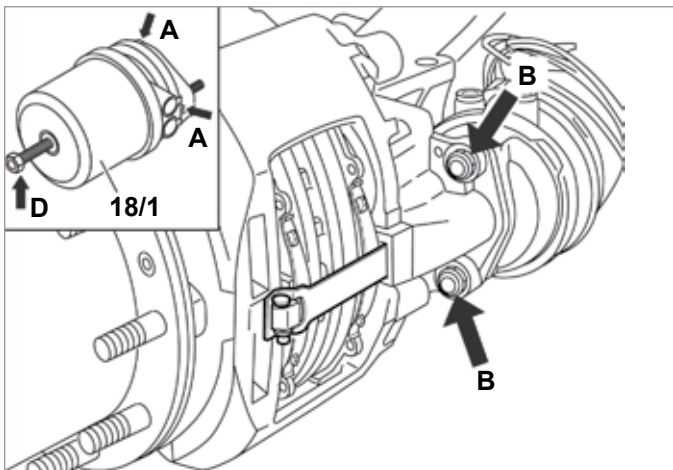

FIGURE 43 - COMPRESSION ET DÉPOSE DU RESSORT DE L'ACTIONNEUR
5.4.3 Placer le véhicule sur un sol de niveau avec les roues calées et appliquer de l'air pour relâcher les freins à ressort (freins de stationnement) à l'aide de la soupape de commande d'air du tableau de bord. Desserrer le boulon de dégagement (Figure 43, flèche « D »); utiliser un couple maximal de 35 Nm (26 pi-lb) pour comprimer le ressort relâché de la tige de poussée.
Remarque : Lors de l'installation d'un nouveau récepteur de frein à ressort, noter que des bouchons d'écoulement typiques sont installés (Cf. Figure 43, flèche « A »). Après l'installation, enlever le bouchon qui se trouve à la position la plus basse. S'assurer que tous les autres trous de drainage comportent un bouchon. Le trou de drainage sélectionné doit être orienté vers le bas (ou à $\pm 30^\circ$) une fois installé dans le véhicule. Pour les récepteurs de frein à ressort, installer les garnitures avant de relâcher le ressort.